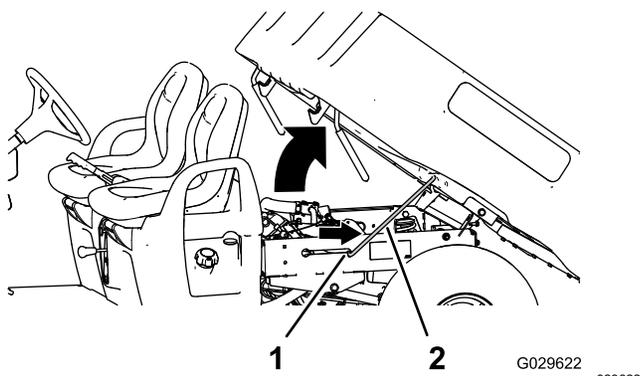

Figura 14
2. Tirate l'asta di supporto nella fessura di arresto per ancorare il pianale (Figura 14).
2. Estrarre l'asta di supporto dalla fessura dell'arresto (Figura 14).
3. Abbassare il cassone fino a quando non si fissa saldamente in posizione (Figura 14).